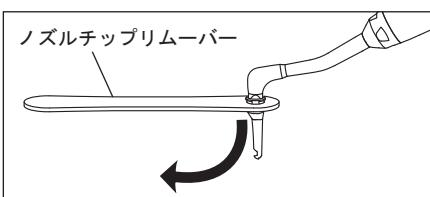

図 7
- 5) 治療終了後、ノズルチップリムーバーを使用してハンドピースからノズルチップを取り外して、ノズルチップを廃棄してください（図7）。